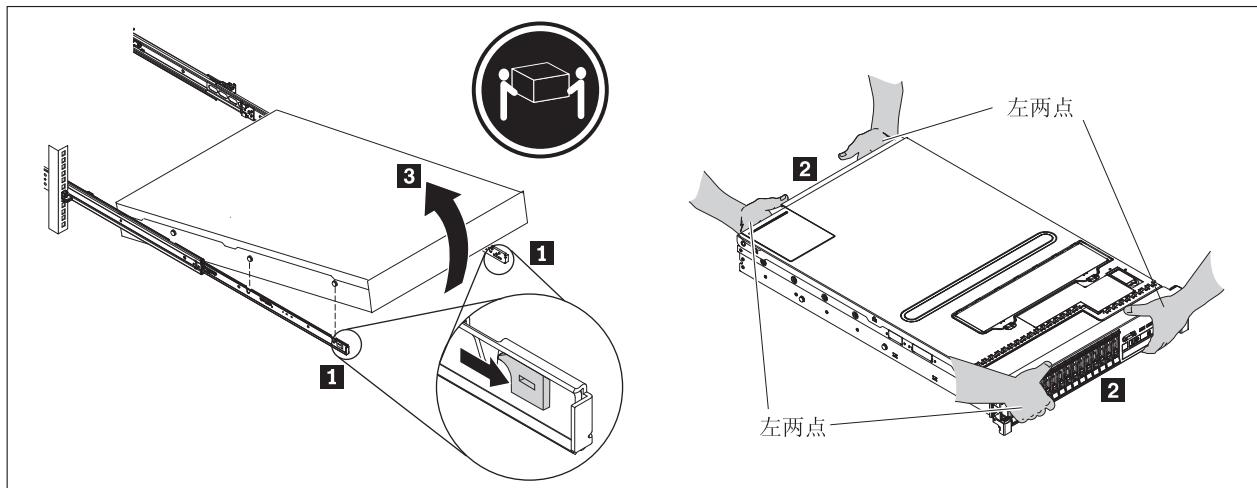

图 20. 松开并旋转设备前部
**注:** 确保由两个人抬起设备，手的操作位置如第 51 页的图 20 中的 **2** 所示。
1. 松开并旋转设备前部，如第 51 页的图 20 所示。